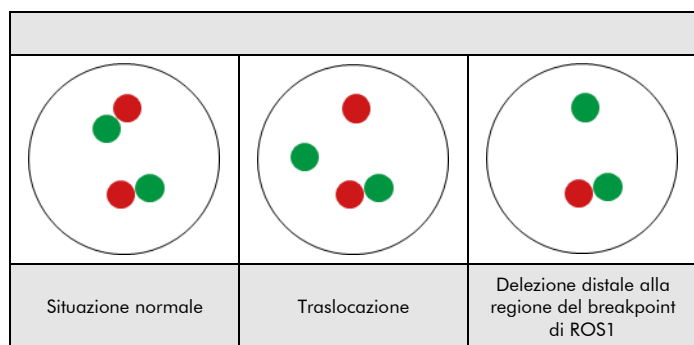

Fig. 2: Risultati attesi in situazione normale e aberrante
**Situazione normale:** Nelle interfasi di cellule normali o di cellule senza traslocazione che coinvolgono la regione del gene ROS1, compaiono due segnali di fusione rosso/verde (vedere Fig. 2).
**Situazione aberrante:** Una regione del gene ROS1 interessata da una traslocazione è indicata da un segnale distinto a forma di punto verde e da un segnale distinto a forma di punto rosso. I segnali verdi isolati sono il risultato di delezioni distali alla regione del breakpoint di ROS1 o sono dovuti a traslocazioni sbilanciate che interessano questa regione cromosomica. (vedere Fig. 2).